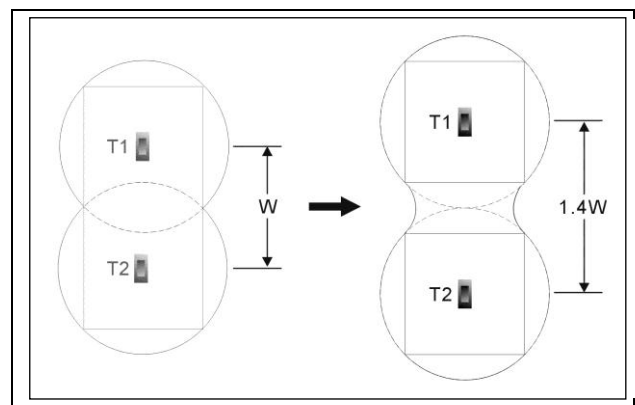

Рис. 3.6 Эффект перекрытия зон охвата
При передаче до 4 несущих, общий подсчет основан на том факте, что если ИК приемник способен принимать сигнал от соседних излучателей. Предположим, что излучатели удалены друг от друга на расстоянии W , таким образом, их прямоугольные зоны охвата слегка соприкасаются друг с другом. Расстояние W может быть увеличено примерно с коэффициентом 1.4 (см. рис. 3.6).
4. В случае если ИК приемник принимает сигналы от соседних излучателей в одной зоне (в соответствии с рис.3.6), необходимо определить влияние эффекта перекрытия зон и нанести на план зала зоны охвата с учетом перекрытия.